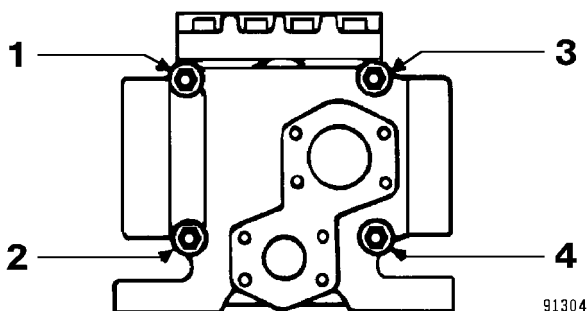

FIGURA 8-4. SECUENCIA DE APRIETE
5. Use una llave de torque para apretar las tuercas en el patrón que se muestra en la Figura 8-4. Apriete las tuercas de los pernos de acople principal, de manera uniforme en la siguiente secuencia: